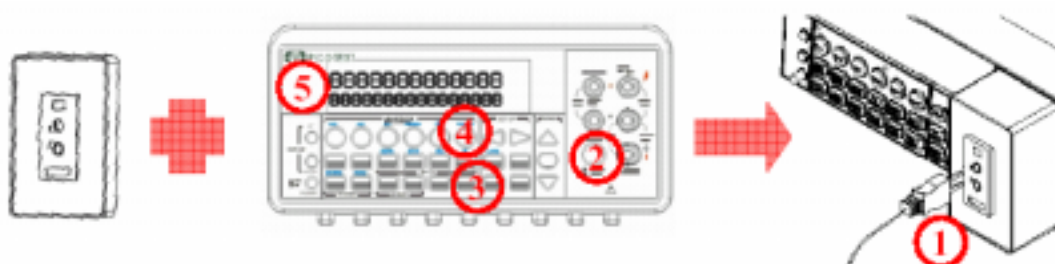

图2-11
- 1、将热电偶适配器和热电偶按图 2-11 连接至 M3500A；